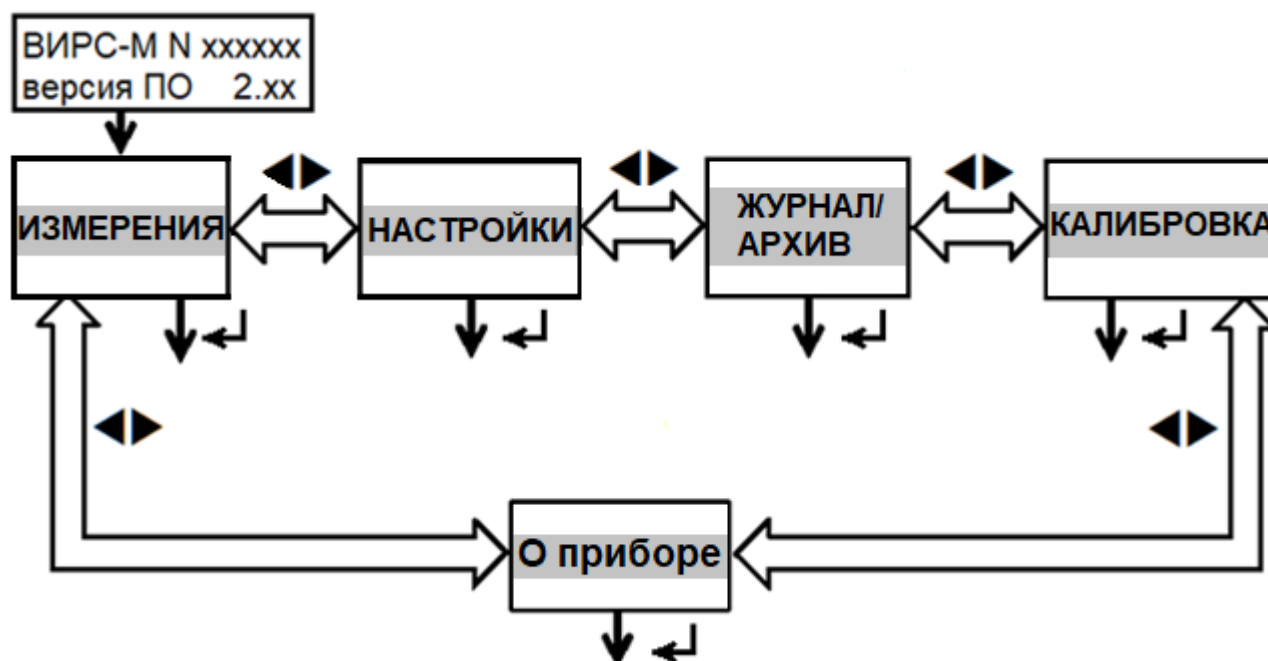

Рисунок 5. Структура меню расходомера.
12.1.1 Меню расходомера состоит из двух уровней (рисунок 5).